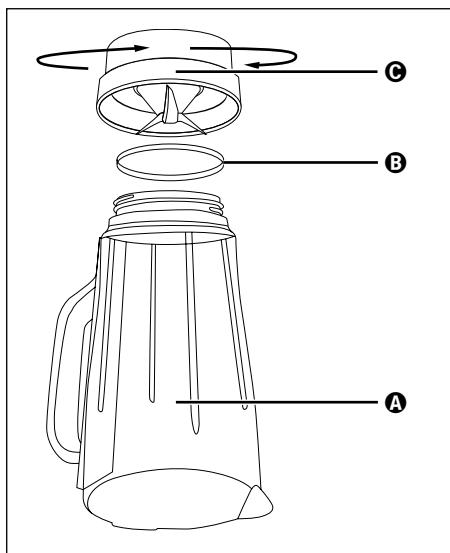

Abb. 4
- 2) Stellen Sie das Gerät auf den Kopf und drehen Sie das Plastikteil Ⓞ des Mixaufsatzes Ⓛ gegen den Uhrzeigersinn, so dass es sich vom Glasteil Ⓟ des Mixaufsatzes Ⓛ lösen lässt (siehe Abb. 4).